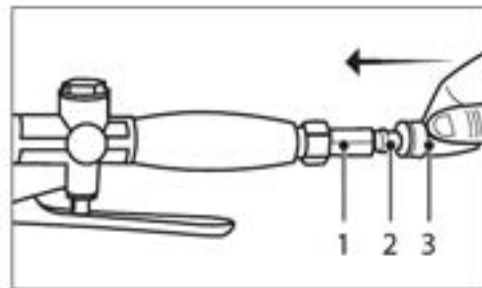

Рис. 5
2. Перед подключением шланга к инструменту продуйте его воздухом для удаления влаги из шланга. Установите патрубок для присоединения шланга 2 (Рис. 5) на входной штуцер 1 (Рис. 5), придерживая входной штуцер рожковым ключом.
3. Подключите шланг для подачи воздуха 3 (Рис. 5) к инструменту. Проверьте надежность и герметичность соединения.